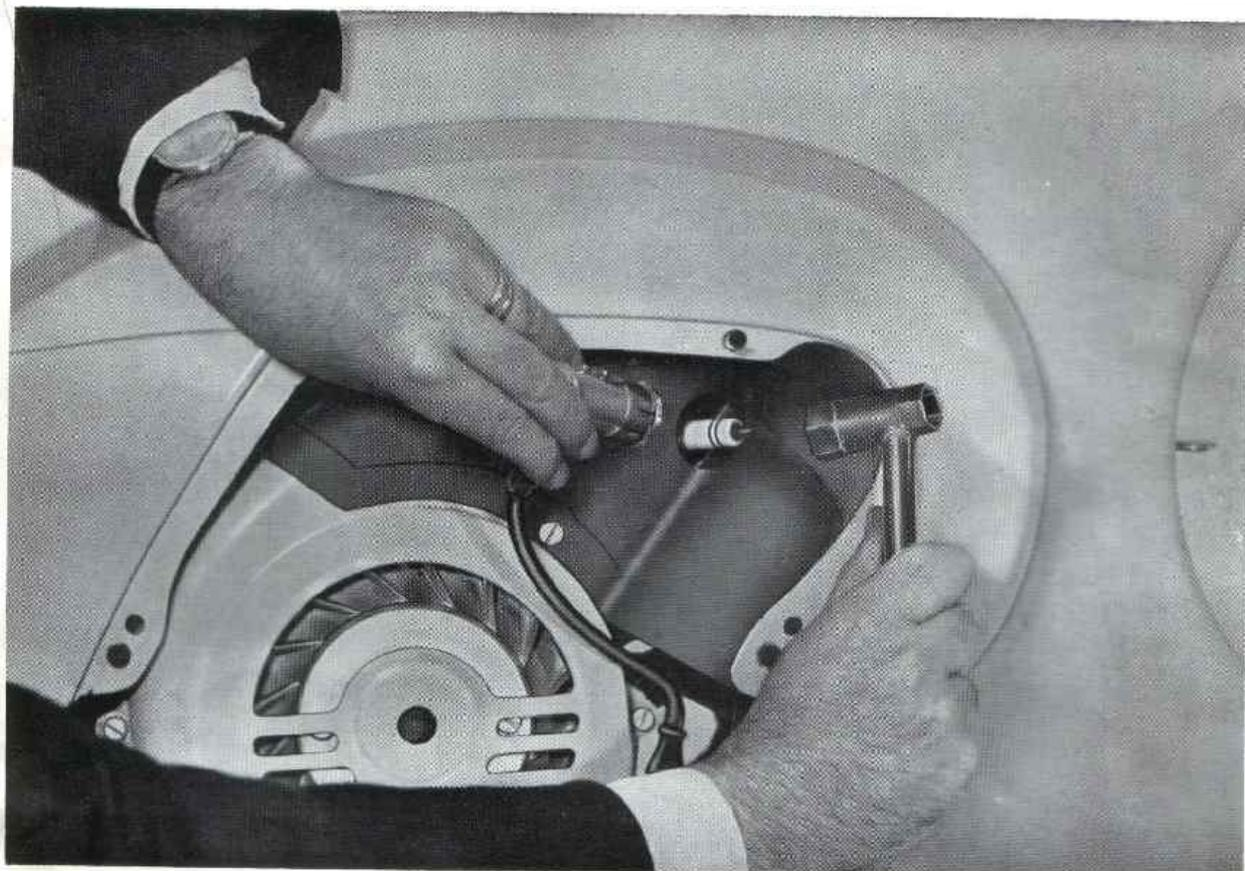

Fig. 12 - Smontaggio della candela
- Chiudere il rubinetto miscela, togliere la candela (fig. 12) o pulirla, far compiere al motore alcuni giri azionando il pedale della messa in moto. Riavvitare quindi a mano la candela e bloccarla con la chiave a tubo; riaprire il rubinetto miscela ed agire sul pedale della messa in moto.